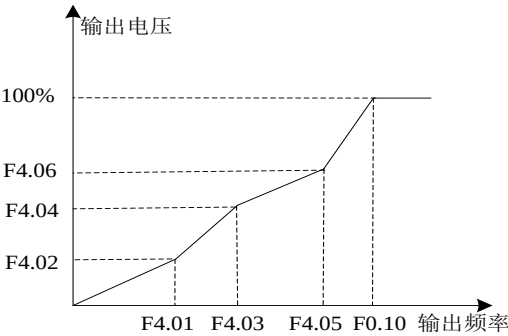

图 6-10 多点 V/F 曲线
- 4：多点 V/F 曲线。可通过设置 F4.01~F4.06 来定义 V/F 曲线，如图 6-10 所示。